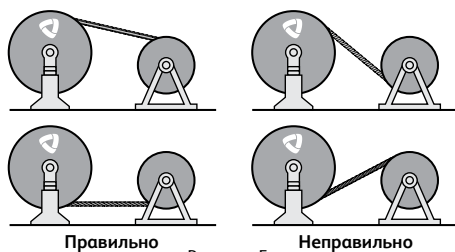

Рисунок 5.
- При установке барабана в размоточное устройство должно быть исключено образование знакопеременных перегибов. Например, для барабана подъемной установки с верхней намоткой необходимо разматывать канат с транспортировочного барабана сверху (рис.5).